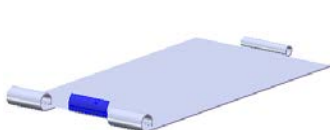

图 14.4.16 斜接法兰 1
Step10. 创建图 14.4.16 所示的钣金特征——斜接法兰 1。